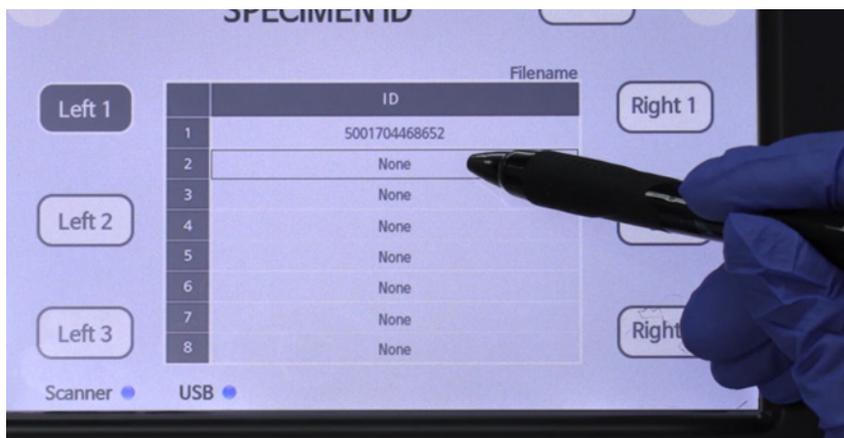

Figure 24. Emplacement d'échantillon.
- Appuyez sur l'emplacement d'échantillon souhaité (1-8) pour importer les données du code-barres (voir la figure 24 ci-dessous). Lisez le code-barres de l'échantillon à l'aide du lecteur jusqu'à ce que les données du code-barres apparaissent à l'écran. Répétez les étapes 4 et 5 jusqu'à ce que toutes les données des échantillons soient enregistrées.